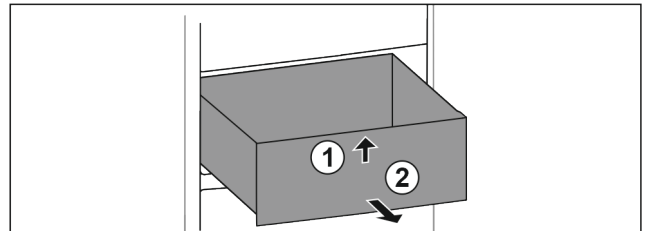

Fig. 56
► Soulever la partie avant du tiroir. Fig. 56 (1).
► Retirer le tiroir par l'avant. Fig. 56 (2)